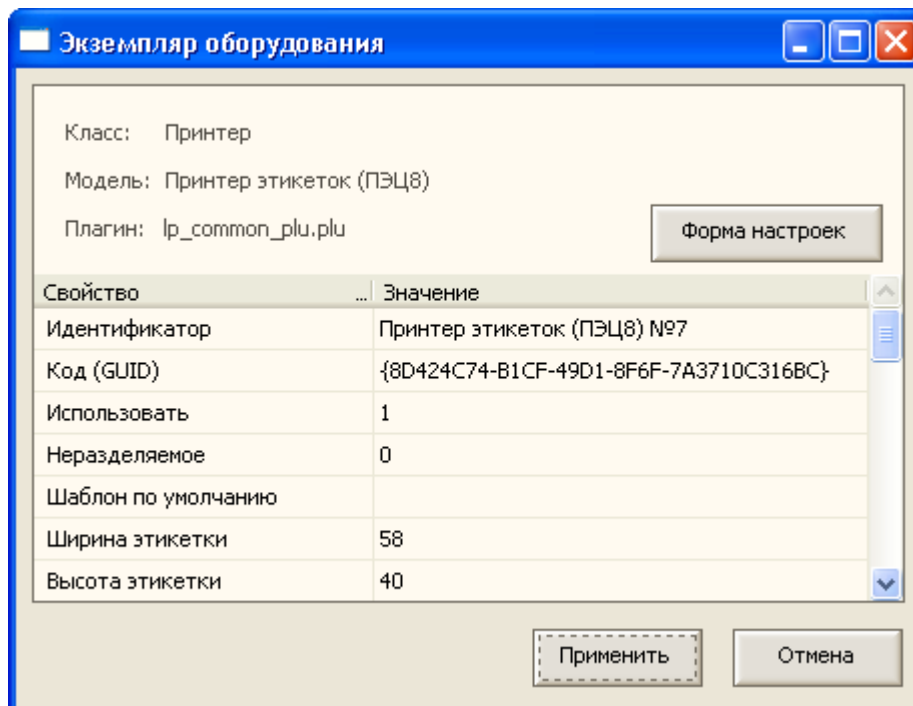

Рис. 6 «Список свойств принтера этикеток»
- Нажмите на кнопку «Далее» - откроется окно настройки созданного Экземпляра оборудования. В окне настройки оборудования перечислен список значений устройства (см рис.6)